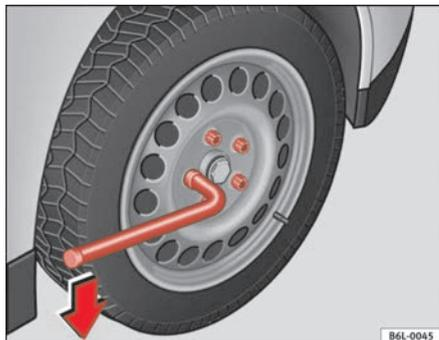

Fig. 141 Changement d'une roue : desserrage des boulons de roue
- Attrapez la clé par l'extrémité et tournez-la environ un tour vers la **gauche** ⇒ fig. 141.